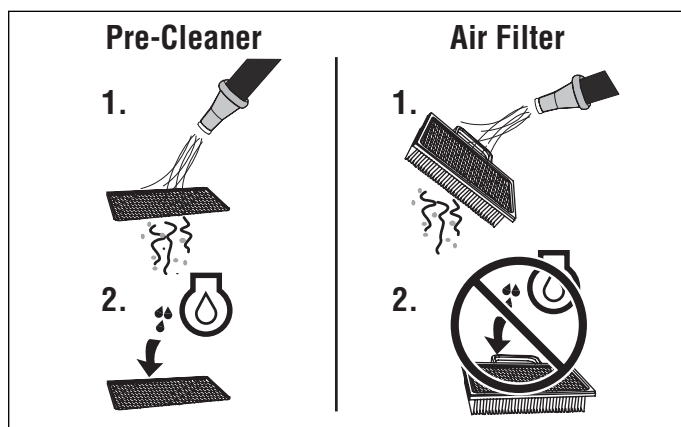

Figura 27. Manutenzione del filtro dell'aria
1. Figura 27. Lavare il pre-filtro in detergente liquido ed acqua.
1. Figura 27. Se il filtro riporta la dicitura "Washable" (Lavabile), può essere lavato con acqua calda e detergente neutro.